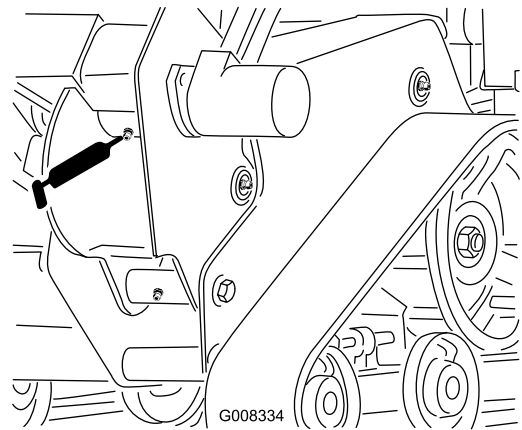

Figure 32
2. Nettoyez le graisseur du carter de la trancheuse avec un chiffon et raccordez-y une pompe à graisse (Figure 32).